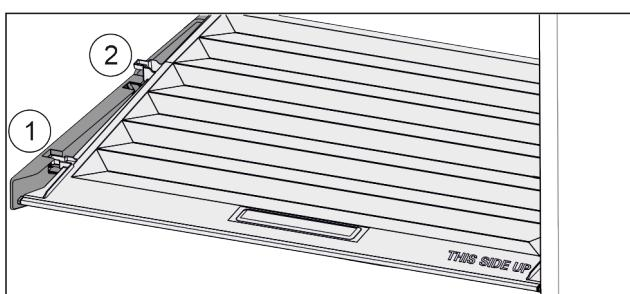

Fig. 94
- ▶ Издърпайте напред Fig. 94 (1) капака до отвора в задържащите части.
- ▶ Повдигнете го отзад отдолу и отстраниете Fig. 94 (2) нагоре.